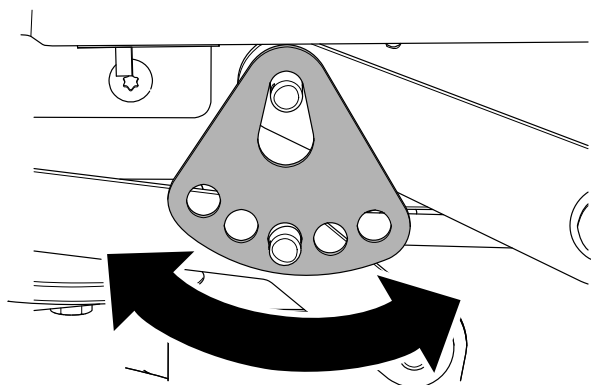

Figure 65
7. Tournez la plaque de hauteur de coupe à un trou différent pour que le poids du tablier de coupe soit soutenu après l'installation de la plaque (Figure 65).